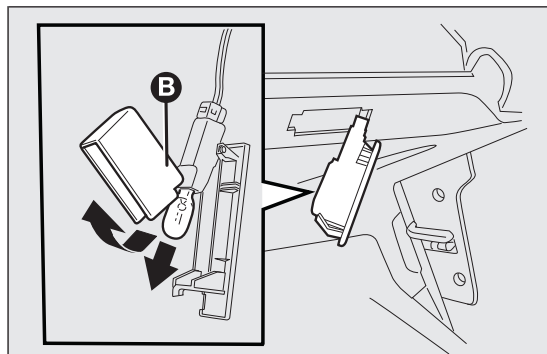

fig. 161
- ☐ ouvrir la protection B fig. 161 et remplacer l'ampoule insérée par pression ;